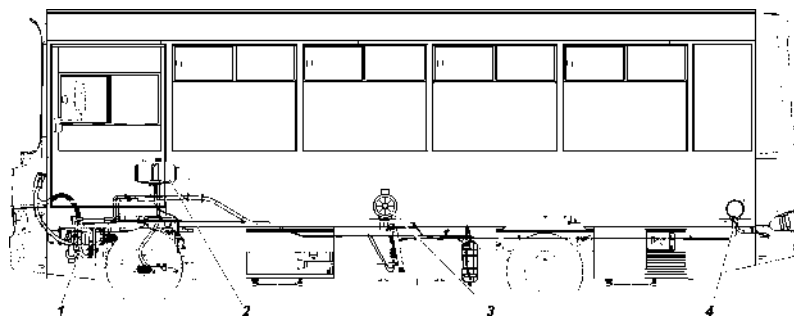

Рис. 3.22. Система отопления:
Воздушные отопители 3 и 4 (рис. 3.22) работают независимо от двигателя, а отопитель 2 работает только при включенном двигателе.
1 -пульт управления отопителем 2 (рис. 3.22); 2 -аварийный выключатель служит для останова двигателя, отключения всех цепей питания, кроме цепи аварийной сигнализации, цепи питания приводов дверей с одновременным включением освещения левой стороны салона автобуса при переводе его во второе фиксированное положение; 3 -пульт управления предпусковым отопителем-подогревателем; 4 -пульт управления отопителем 3 (рис. 3.22); 5 -пульт управления отопителем 4 (рис. 3.22)
**Предпусковой отопитель-подогреватель 1** на рис. 3.22 работает независимо от двигателя.